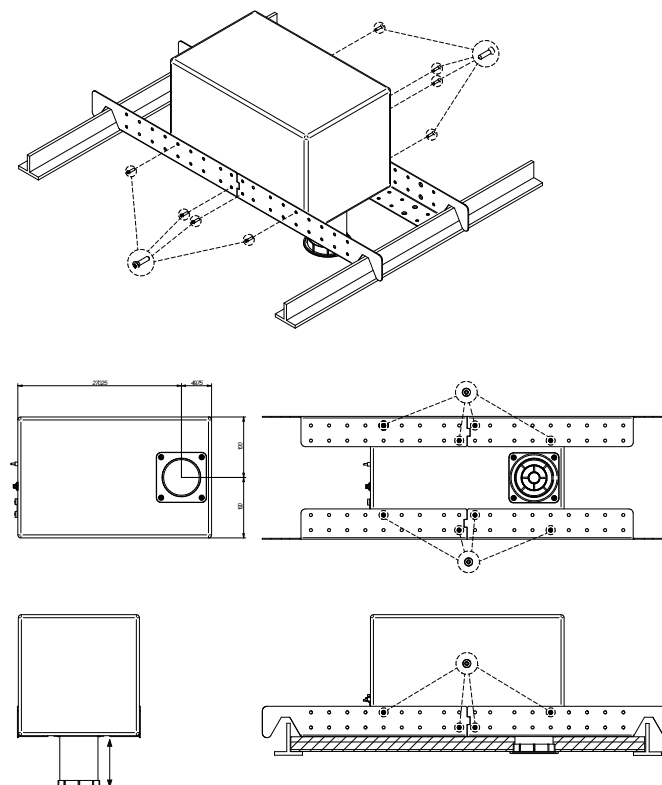

Abbildung 1: Einbau in abgehängte Decke
- Befestigen Sie die Beschläge mit Hilfe der mitgelieferten Schrauben am TRAILSB6T. Sie können dafür die Löcher benutzen, die sich in den Halterungen für die Anbringung des Befestigungsrohrs in der gewünschten Position befinden. Siehe Abbildung 1.